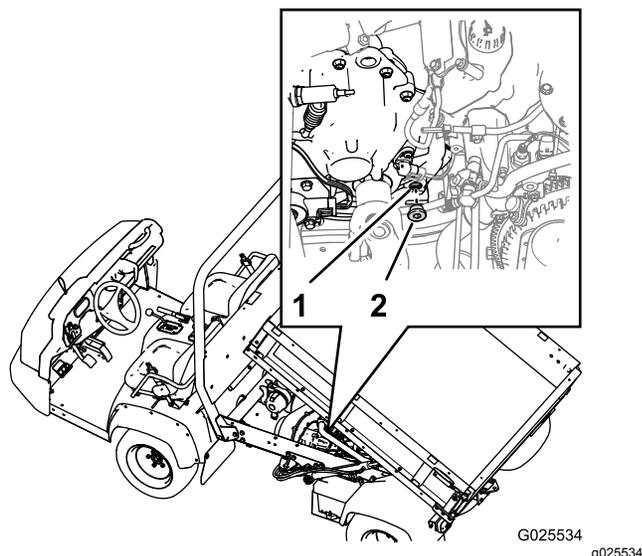

Рисунок 57
1. Найдите пробку заливного отверстия в нижней внутренней зоне на задней части коробки передач (Рисунок 57).
3. Поверните пробку против часовой стрелки и извлеките ее из заливного отверстия коробки передач (Рисунок 57).
4. Если уровень рабочей жидкости в коробке передач низкий, долейте рабочую жидкость указанного типа в коробку передач через заливное отверстие до уровня нижней части резьбы отверстия (Рисунок 57).
6. Установите пробку заливного отверстия в коробку передач и затяните ее от руки (Рисунок 57).